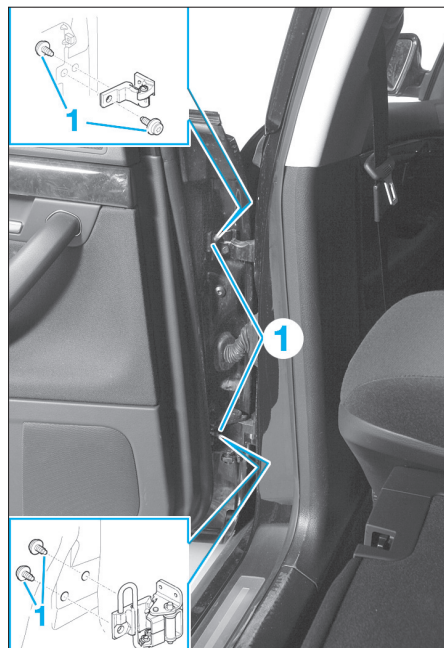

Fig. 81
- Déposer les fixations (1) (Fig.81) extérieures et intérieures.